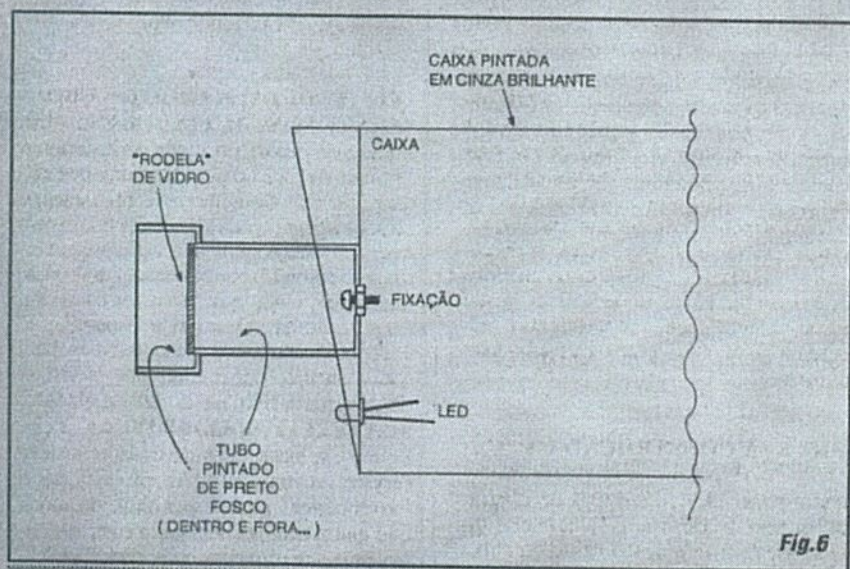

Fig. 6
- FIG. 6 - DETALHANDO O TUBO, A "LENTE" E SUAS FIXAÇÕES... - Um ponto *importante* no acabamento externo da "câmara" é a confecção "convicente" do conjunto tubo/lente (esta, obviamente, uma simples "rodela" de vidro comum, que "enganará" muito bem...). Sigam, dentro do possível, as sugestões do diagrama, inclusive quanto às cores nas quais devem ser pintadas as partes: o tubo e seu "bocal" em preto fosco (inclusive *por dentro*, para que o "truque" da "lente" não possa ser descoberto por um observador mais atento...) e a caixa em cinza brilhante... Lembrem-se sempre que todo o conjunto deve receber acabamento tão profissional e "acreditável" quanto possível, de modo que quem olhá-lo, mesmo a curta distância, seja seguramente "enganado" (a "câmara" tem que *parecer* uma *câmara*...!).